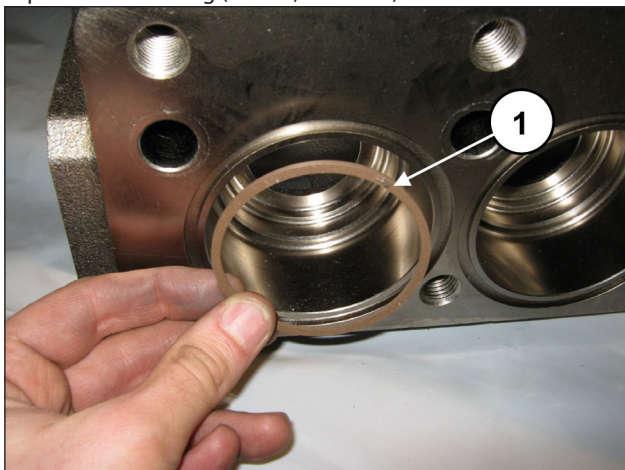

Abb. 153
Setzen Sie auf Saugseite den Stützring ein, Pos. 6 Explosionszeichnung (Pos. ①, Abb. 153).